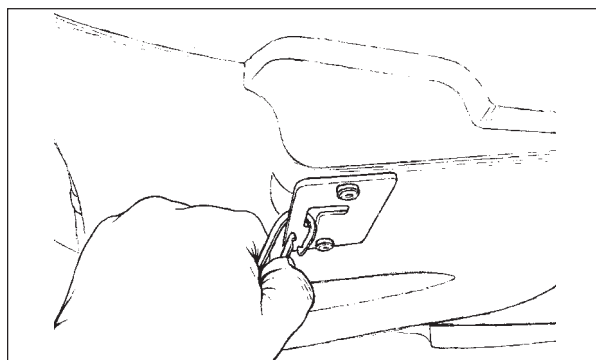

Abb. 10
6. Haken Sie Halteklemme am Rückföhrtank aus (siehe Abb. 10).
13. Bringen Sie Halteklemme am Rückführtank wieder an (siehe Abb. 10).